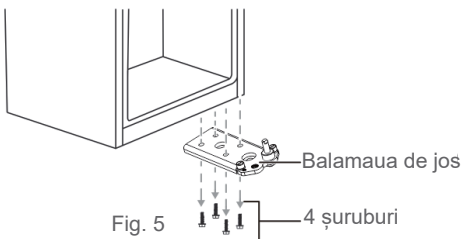

Fig. 5
5. Scoateți balamaua inferioară după ce ați scos cele patru șuruburi (→ Fig. 5).